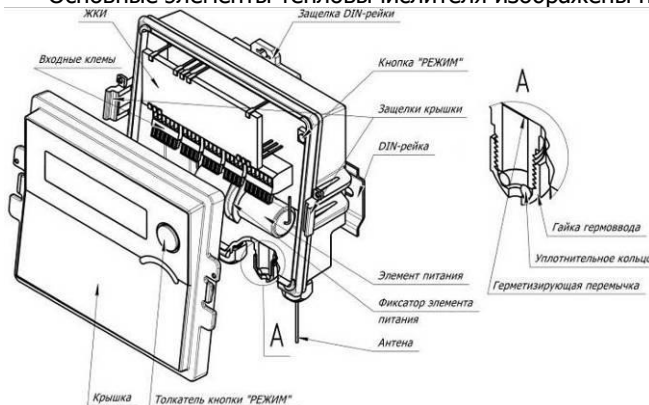
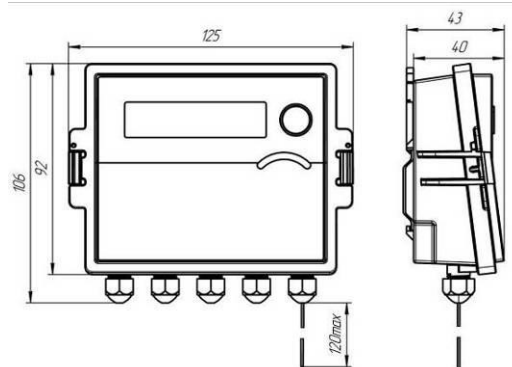

рис. 4.1
рис. 4.2
4.1 Основные элементы тепловычислителя изображены на рис. 4.1, габаритные размеры – на рис. 4.2.